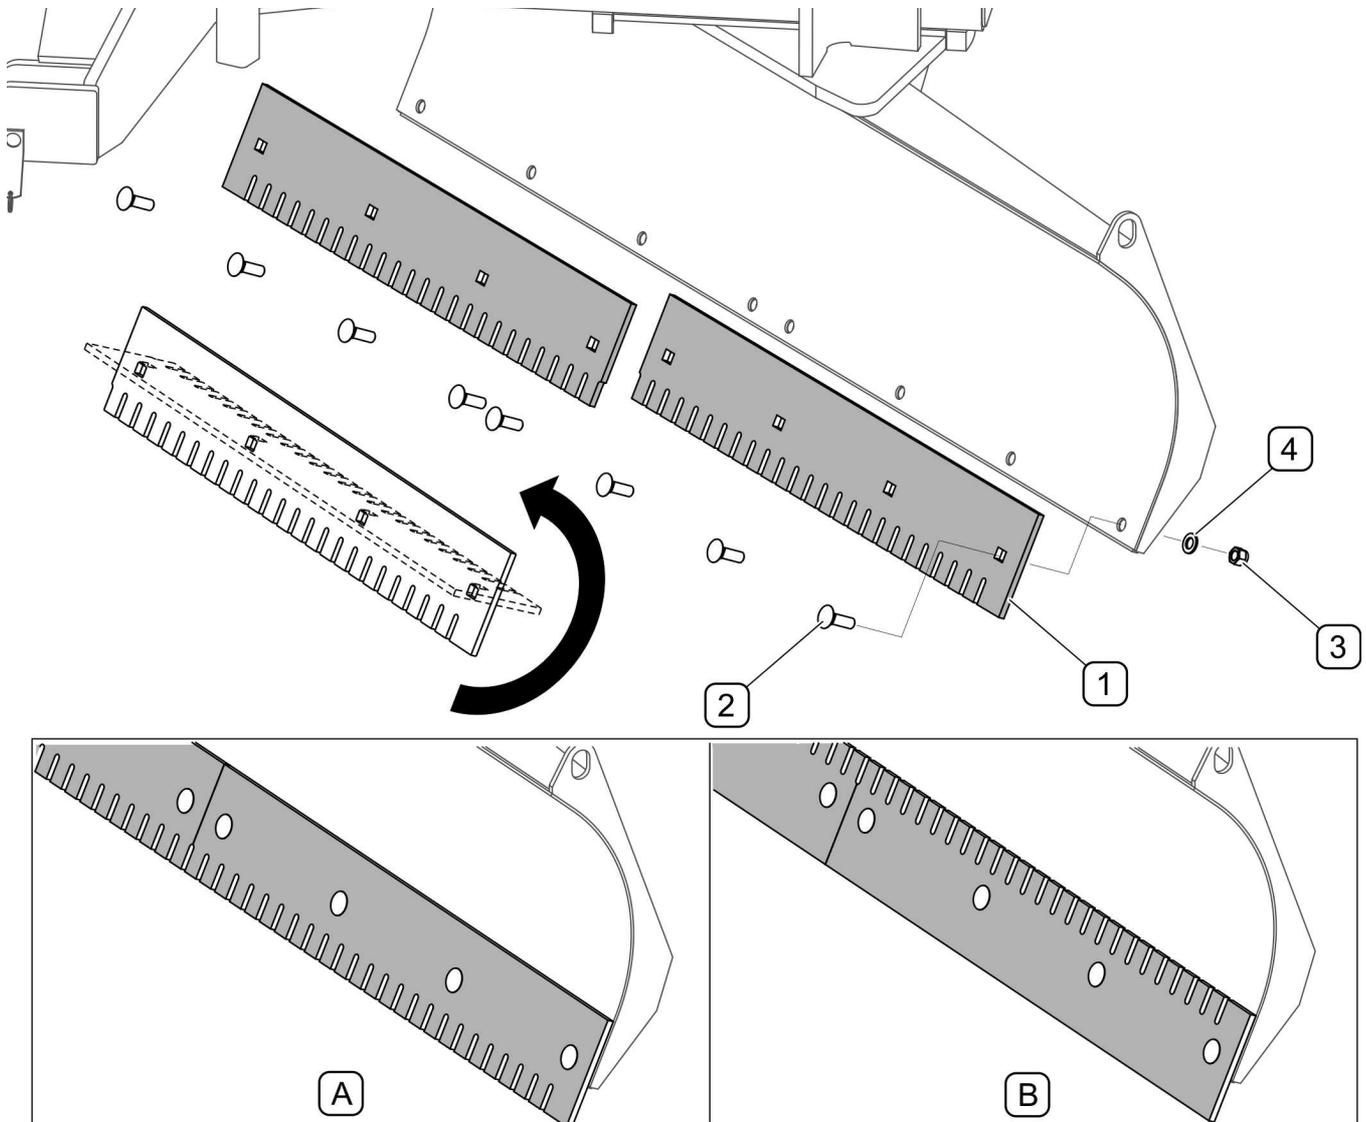

ABBILDUNG 5.2 Auswechseln von Stahlraumleisten
(1) – Stahlraumleiste; (2) – Schraube M16x50; (3) – Kontermutter M16; (4) - Unterlegscheibe 16; (A) - kammartige Schürfkante; (B) - glatte Schürfkante
Um die Stahlraumleiste abzunehmen (ABBILDUNG 5.2), müssen Sie die Muttern (3) abschrauben, die Unterlegscheiben (4) entfernen und die Schrauben (2) herausdrehen. Die Stahlraumleisten sind zweiseitig und können mit der glatten Kante (B) oder der kammartigen Kante (A) nach unten ausgerichtet werden. Wenn die Räumleisten übermäßig verschlissen oder beschädigt sind, müssen sie ausgewechselt werden (TABELLE 5.1).